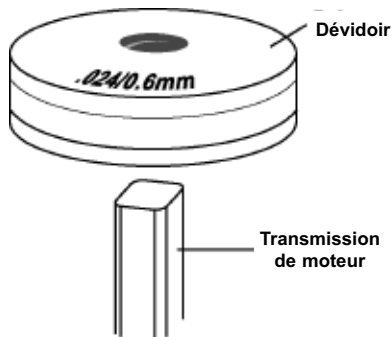

Figure 10. Dévidoir
4. Trouvez la taille de dévidoir apposée correspondant au diamètre du fil à installer (voir figure 10). Enfoncez le dévidoir dans sa transmission, le côté affichant le bon diamètre face à vous.